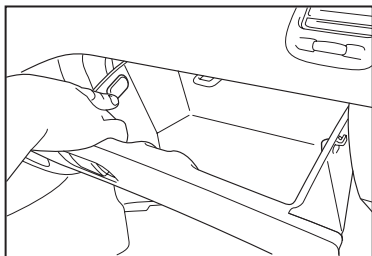

figura 1
2. Quite las pestañas de las bisagras a ambos lados de la guantera para liberar temporalmente la guantera de su compartimiento. (ver figura 1)